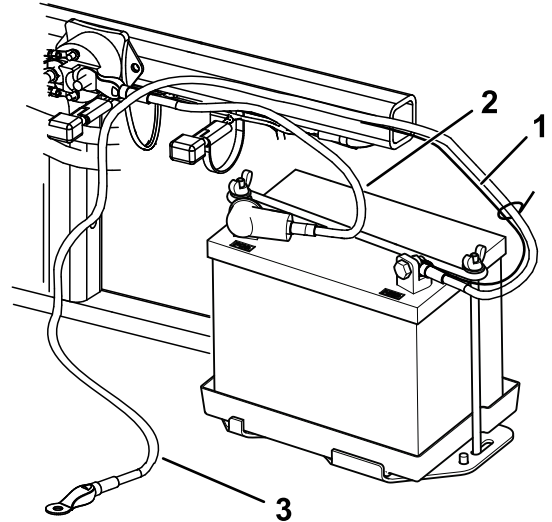

図 6
2. ボルト $\frac{1}{4} \times \frac{5}{8}$ " とロックナットで、赤いプラス+ケーブルをバッテリーのプラス+端子に固定する (図 6)。
3. ボルト $\frac{1}{4} \times \frac{5}{8}$ " とロックナット $\frac{1}{4}$ " で、細い黒ワイヤと黒いマイナスケーブルをバッテリーのマイナス端子に固定する (図 6)。